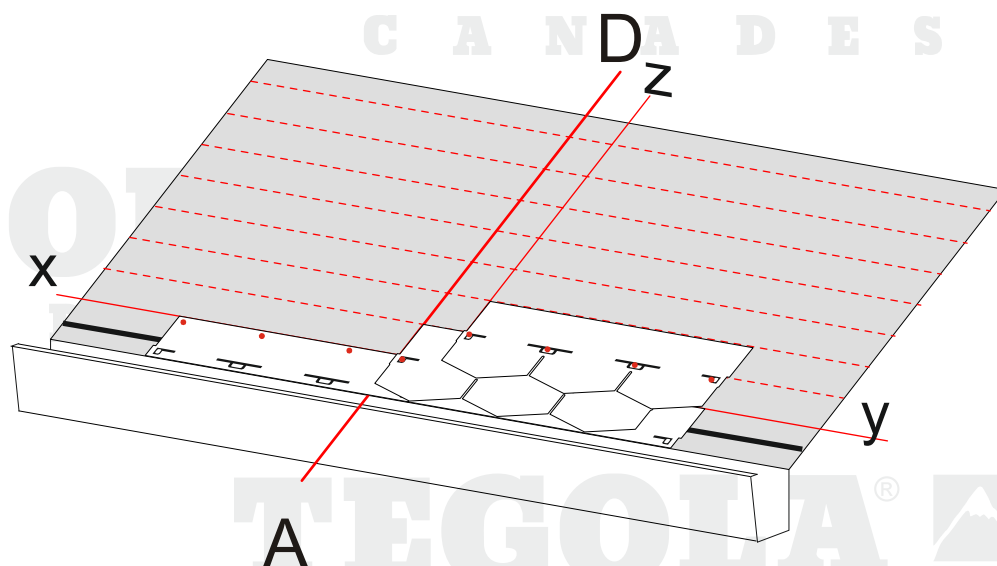

Abb. 4 - Versetzte Verlegung von 2 Schindeln
- Die zweite Reihe wird an den Punkt z ausgerichtet (Abb.4);